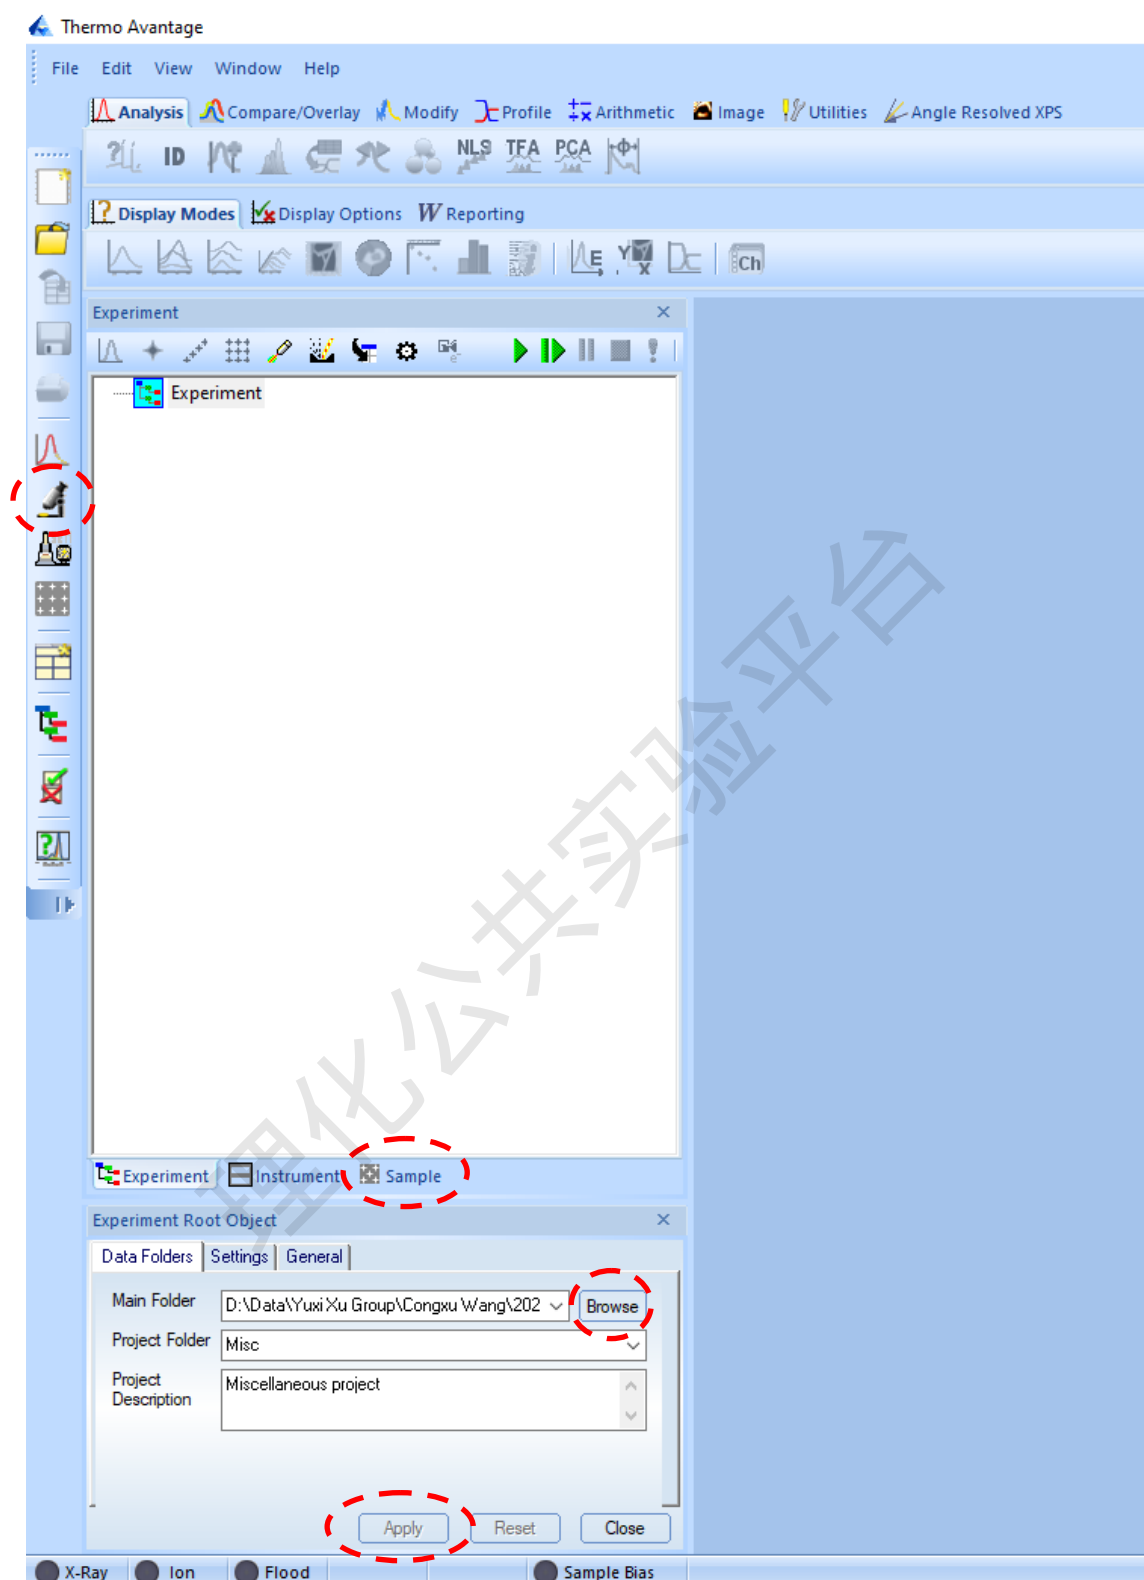

图 10 Avantage 软件初始界面
(1) 点击图标打开软件 Advantage
(2) 在软件初始界面 (图 10) 中, 点击“Browse”选择文件存档位置;
(3) 选择后点击“Apply”;
(4) 在图 10 中, 选择“Sample”选项卡, 并点击左侧显微镜图标;